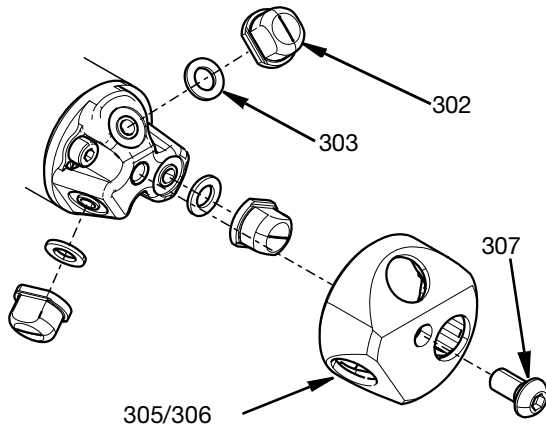

FIG. 9
- a. Verwijder de spuitmond (305/306) met bevestigde spuitmond (302) door de M6-kopschroef (307) te verwijderen.
- b. De pakking van de spuitmond (303) kan dan worden verwijderd. Zie FIG. 9.